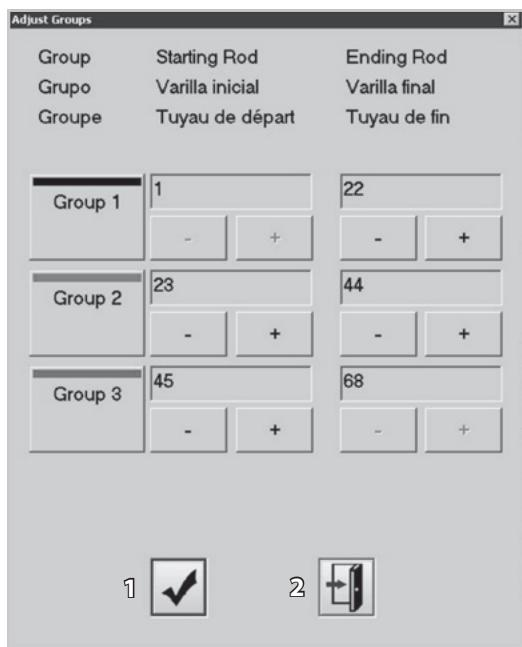

Figure 55
- Sur l'écran principal (Section 3.3), cliquez sur Ajuster le groupe et ouvrez l'écran d'ajustement de groupe (figure 55).